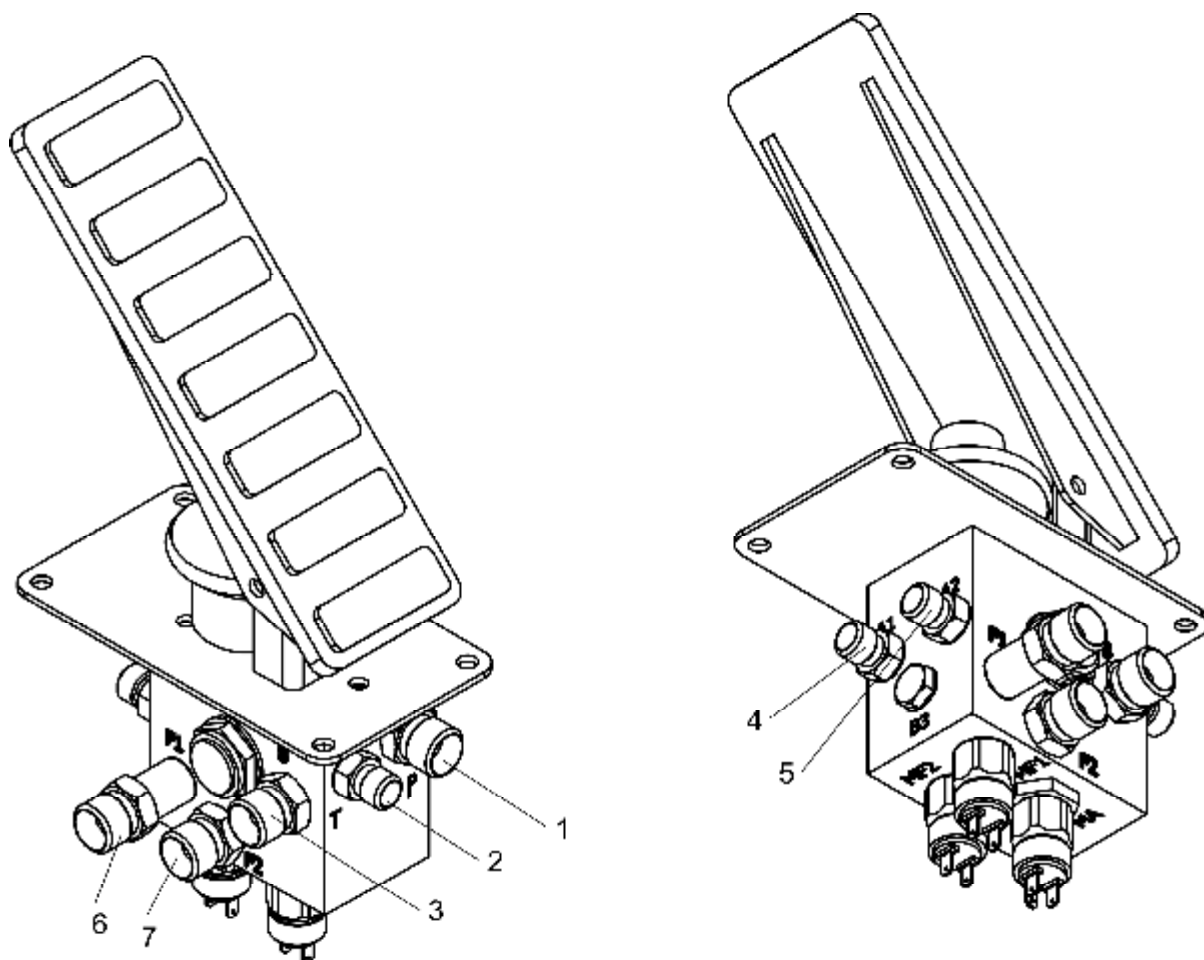

Рис. 7.11 – Педаль тормозная
**Тормозная педаль** (Рис. 7.11) представляет собой пропорциональный распределитель, давление в тормозных контурах зависит от угла поворота педали и усилия нажатия на педаль. Через тормозную педаль производится зарядка гидропневмоаккумуляторов (линии соединений А1 и А2). К отверстию F1 подсоединяется контур управления тормозом заднего моста к F2 подсоединяется контур управления тормо-
Зарядка гидропневмоаккумуляторов происходит при запуске двигателя. После зарядки до  $13^{+0.5}$  МПа лишняя жидкость, через штуцер S (Рис. 7.11) педали, сливается в бак.